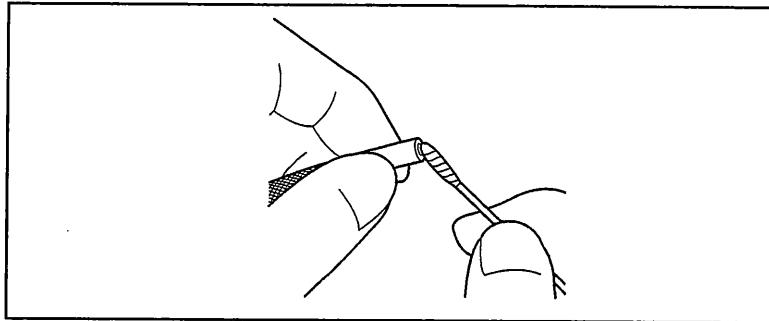
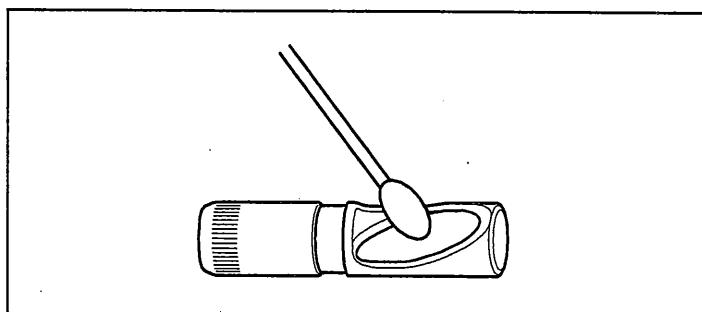

図 3.12
図 3.13
- 側視ミラーアダプターのミラー面が汚れてないか点検をします。汚れている場合は、付属のレンズクリーニングキットを用いて汚れをきれいにふき取ります（図 3.13 参照）。スコープに装着した状態でミラー面の汚れを拭き取る場合、スコープ先端部の硬質部を持ちます。（図 3.12 参照）。